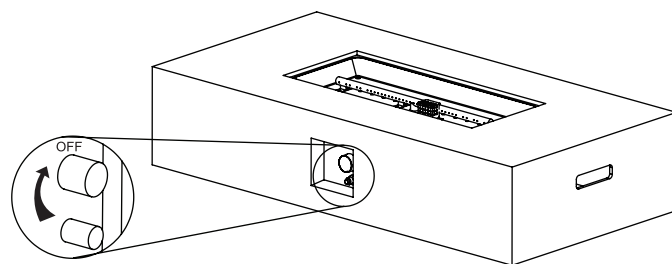

Figure 2
2. Kontrollera att gasreglaget är i läget "OFF" innan du fortsätter (se Figure 2).